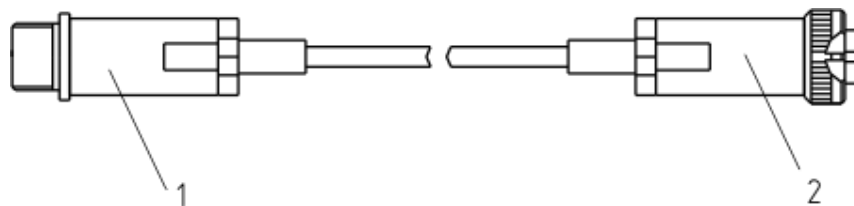
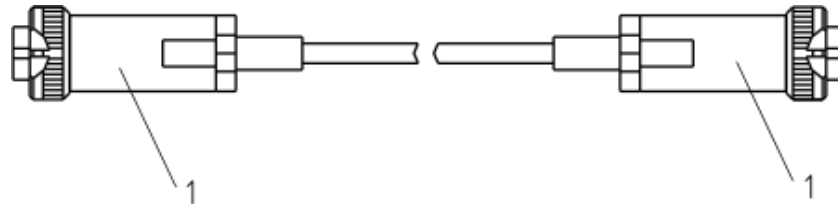

Рисунок 3.2 Кабель-удлинитель для измерительных преобразователей, приведенных в ПРИЛОЖЕНИИ Б в пунктах 1, 4, 6, 7;
Рисунок 3.3 Соединительный кабель для измерительных преобразователей, приведенных в ПРИЛОЖЕНИИ Б в пунктах 2, 3, 5, 8;
Преобразователи при необходимости подключаются к измерительному блоку с помощью встроенного кабеля, кабеля-удлинителя (см. рисунок 3.2) или соединительного кабеля (см. рисунок 3.3) в зависимости от исполнения.
- 4.3** Соединить измерительный блок и измерительный преобразователь, при необходимости, воспользовавшись кабелем-удлинителем (см. рисунок 3.2) или соединительным кабелем (см. рисунок 3.3) в зависимости от исполнения преобразователя. В случае если анализируемая среда предполагает содержание механической пыли, паров масла принять меры по их устранению.